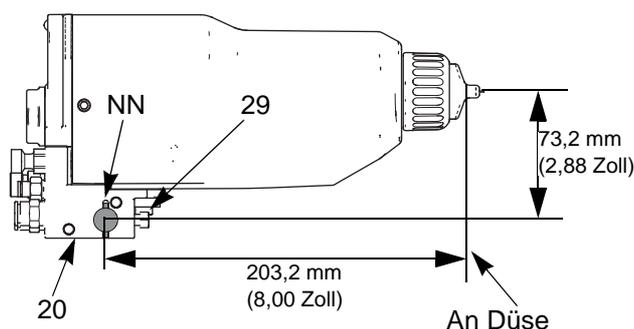

FIG. 4. Befestigungshalterung
1. Die zwei Stellschrauben (29) des Verteilers lösen und den Verteiler (20) auf eine 13 mm (1/2 Zoll) starke Montagestange schieben.
HINWEIS: Für eine zuverlässigere Halterung einen 3 mm (1/8 Zoll) starken Zentrierstift in den Schlitz (NN) in der Halterung und durch ein Loch in der Stange führen. Siehe hierzu die Detaildarstellung in FIGURE 4.